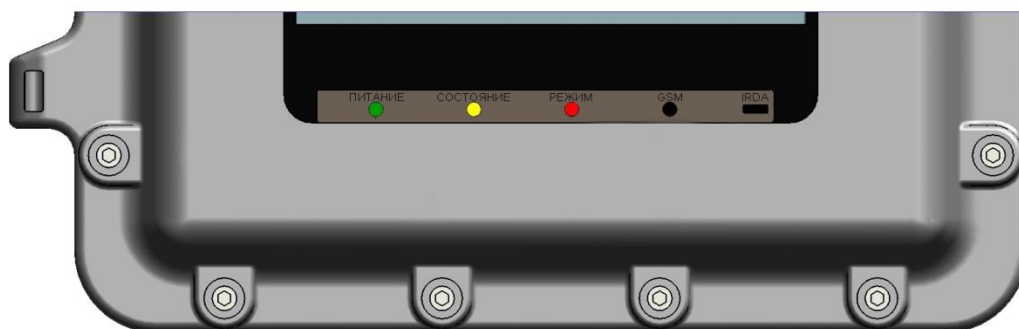

Рисунок 14. Внешний вид панели светодиодов
- линейка светодиодов на передней панели хроматографа (при комплектации хроматографа ЖК дисплеем и сенсорным экраном, Рисунок 14), предназначенная для визуализации основных режимов, индикации ошибок и аварий хроматографа. Назначение и функции светодиодов представлены в таблице ниже.